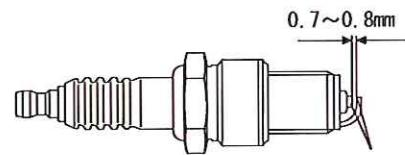

Fig.38
(1) プラグキャップを点火プラグより外し、プラグレンチで点火プラグ（21 mm）をエンジンより取り外します。
(2) 電極についている“すす”や“湿り”をワイヤブラシ等で取り除いて下さい。
(3) 電極の磨耗や点火プラグ各部に破損がないかどうかを点検して、必要に応じて新品の同じ型式の点火プラグと交換して下さい。
(4) 電極間のすき間の整備値は0.7~0.8mmです。（Fig.38）
(5) 点火プラグを手で仮付けしてから23N·m（2.3kgf·m）のトルクで締め付けて下さい。